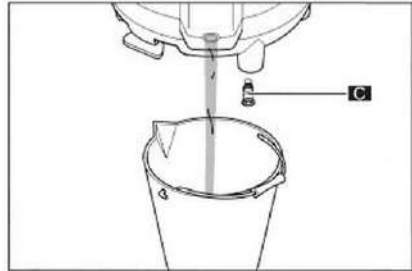

Abb. 45
6. Schrauben Sie Ablassschraube (C) des Wassertanks mit einer Münze oder einem Inbusschlüssel heraus.
7. Ziehen Sie die Ablassschraube (C) ab und warten Sie, bis das Wasser aus dem Wassertank vollständig abgelassen ist (Abb. 45).